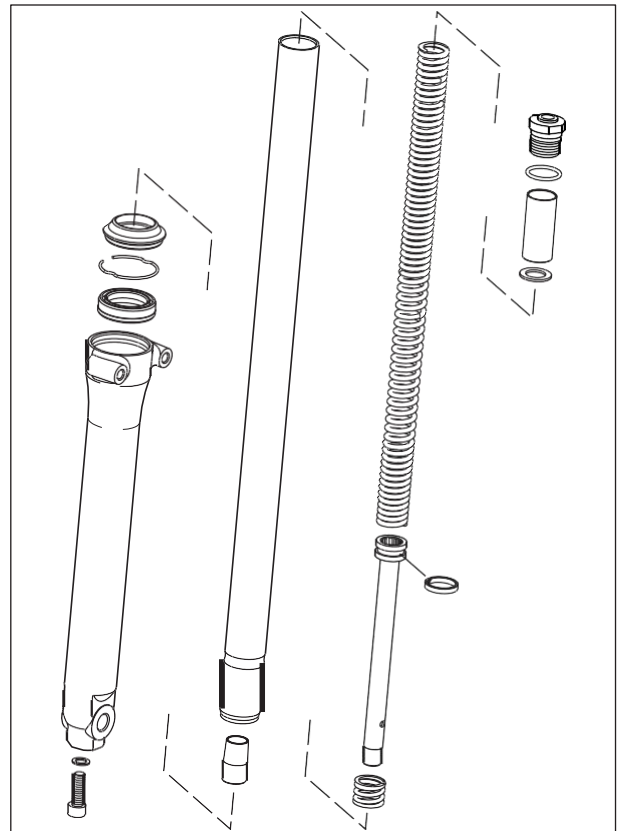

Fig. 6.66
- Consulte la vista explosionada de las barras como guía adicional para el ensamble. (Fig. 6.66)